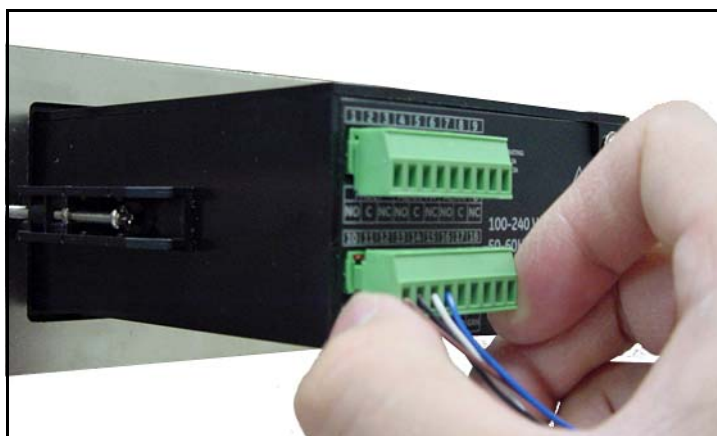

図 29：端子ブロックにコネクタを再挿入する
4. dew.IQ の背面の下側の端子ブロックにコネクタを再び挿入します（下の図 29 を参照）。